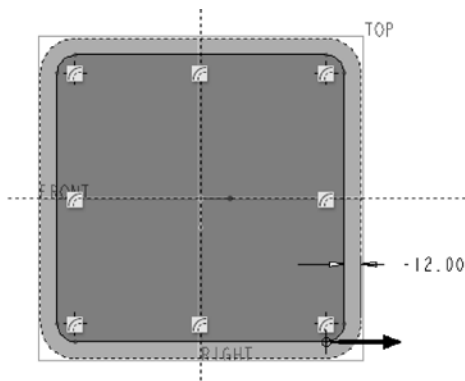

图 5-107 绘制第一个剖面
- (4) 绘制第一个混合剖面(截面 1), 如图 5-107 所示, 单击  (确定) 按钮。